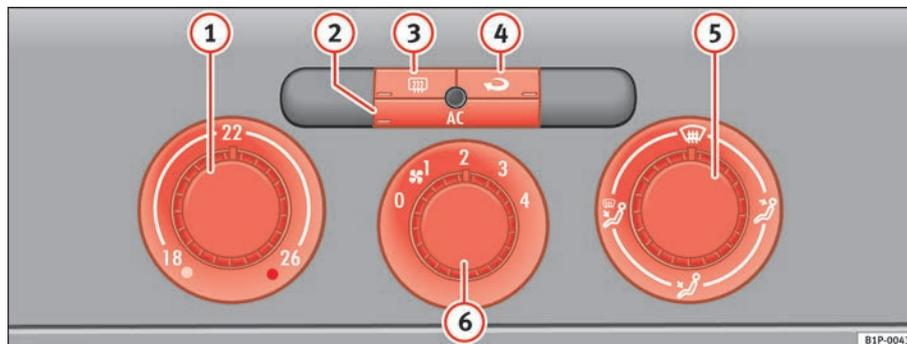

Fig. 109 Sur le tableau de bord : éléments de commande du Climatic
- Tournez le régulateur de température ⇒ fig. 109 ① vers la droite pour sélectionner la puissance calorifique souhaitée.